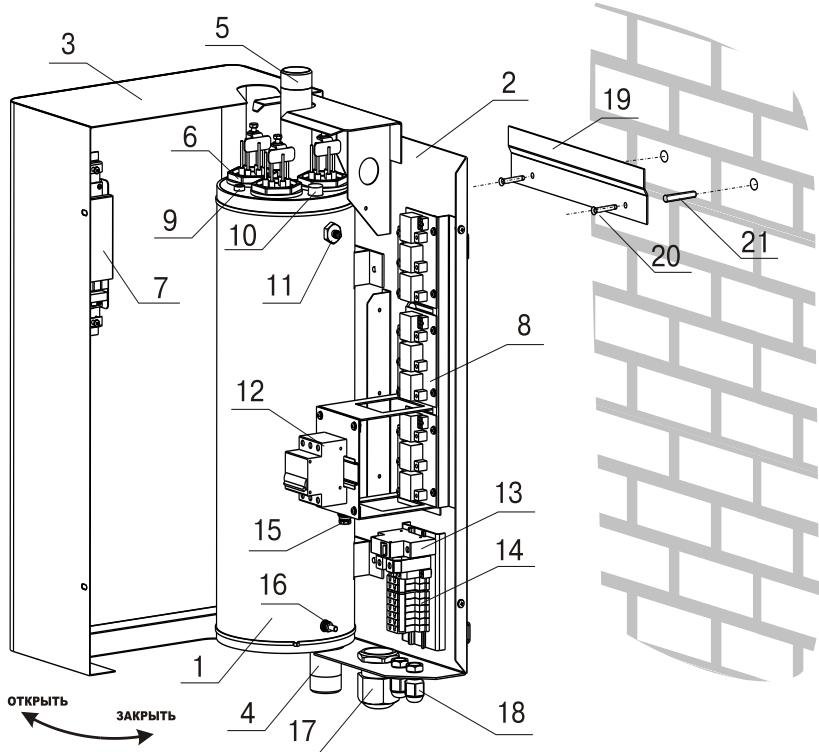
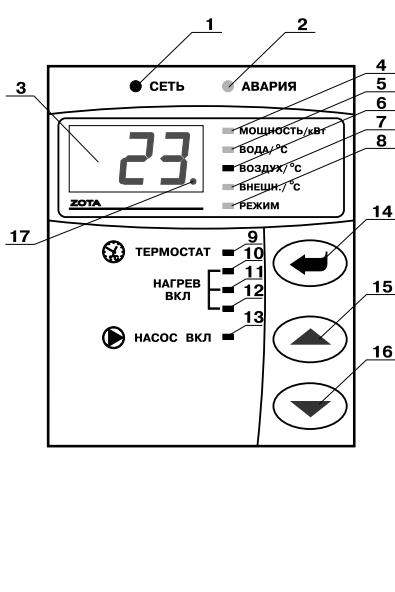
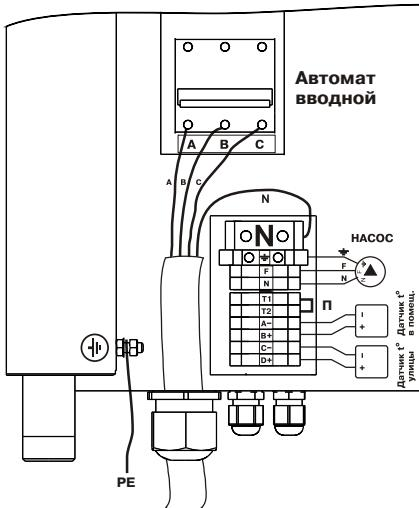

Рис.1 Конструкция электроводонагревателя и способ его крепления к стене
Рис.2 Расположение органов управления на передней панели
Рис.3 Схема подключения электроводонагревателя
5.1. Электроводонагреватель (Рис.1) состоит из корпуса (1) сварной конструкции с фланцами, патрубком входа воды (4) и патрубком выхода воды (5), имеющих резьбу G1 1/4-В. В верхней части корпуса установлены три блока нагревательных элементов (6), датчик температуры воды (9), датчик перегрева (10) и датчик уровня воды (11). Корпус установлен на основании (2). Защитный кожух (3) выполнен из стального листа и служит для защиты обслуживающего персонала от ожогов и поражения электрическим током. Кожух подвешен на основании при помощи механизма, который позволяет не снимая кожух с электроводонагревателя, открывать и закрывать его в направлении, указанном на Рис.1. При необходимости кожух можно легко снять с основания.
- Закрепить кронштейн крепления на вертикальной поверхности в необходимом месте с помощью шурупов, входящих в комплект и установить на него водонагреватель как показано на Рис.1.
• Открыть кожух (3) как показано на Рис.1, предварительно выкрутив четыре винта крепления кожуха.
• Подключить электроводонагреватель к трехфазной сети переменного тока 380 В, 50Гц, для этого присоединить рабочий нулевой провод на клемму нейтраль(Н) электроводонагревателя, фазные провода на клеммы А,В,С вводного автомата. Защитный нулевой провод (РЕ) подключить на болт "ЗАЗЕМЛЕНИЕ" см. Рис.3.
• Присоединить датчик температуры воздуха на улице к контактам (С,-Д+) на клеммной колодке, проводом с сечением не менее 0,5 кв.мм и длиной до 20 м, при этом необходимо строго соблюдать полярность, обозначенную на колодке (10). Маркировка проводов датчиков температуры воздуха: красный(+), синий(-).
• Присоединить провода (F,N,заземление) от насоса к соответствующим контактам на клеммной колодке котла как показано на Рис.3. Мощность, потребляемая насосом не должна превышать 500 Вт.
• Для установки дополнительного модуля-GSM необходимо снять блок управления (7) с кожуха водонагревателя (3), снять крышку с блока управления и установить на ее место крышку с платой модуля-GSM, предварительно подключив кабель управления модулем к разъему XS4 на плате блока управления. Далее необходимо установить SIM-карту в модуль, установить на место блок управления и присоединить antennу к разъему модуля-GSM. Провод от антенны необходимо пропустить в кабельный ввод (18).
• закрыть кожух (3) как показано на Рис.1 и закрутить винты крепления.
7.7. С помощью кнопок, обозначенных символами \triangle и ∇ , можно изменять отображаемую на цифровом индикаторе информацию. При нажатии этих кнопок, на индикаторе последовательно отображаются текущие значения: максимальная мощность котла, температура воды, температура воздуха в помещении, температура воздуха на улице, режим работы внутреннего терmostата. Каждое нажатие сопровождается коротким звуковым сигналом. При этом светятся индикаторы (4),(5),(6),(7),(8), Рис.2 соответственно, указывая на отображение текущей величины.
7.12. При нагреве воды выше 95°C срабатывает аварийная защита по температуре, загорается индикатор "АВАРИЯ" (2), Рис.2, отключается нагрев, и цифровой индикатор показывает код неисправности /Н-6/. При остывании воды примерно на 20°C нагрев снова включается.
7.14. Циркуляционный насос может работать в двух режимах работы: постоянном, без отключения, и периодическом, с отключением насоса. При постоянной работе циркуляционного насоса горит индикатор (13), Рис.2, "НАСОС ВКЛ". Насос подключается через защитный автомат (13), Рис.1, и при отключении автомата (например при коротком замыкании цепи насоса), питающее напряжение на насос не подается, индикатор (13) гаснет, на цифровом индикаторе загорается надпись /Н-4/ и отключается нагрев.
7.16. При подключении внешнего программируемого термостата к колодкам T1, T2 нагрев в электроводонагревателе включается, если контакты реле термостата замкнуты. При размыкании контактов, начинает периодически мигать индикатор “ТЕРМОСТАТ” (9), Рис.2, и нагрев всех ступеней отключается одновременно. Внешний термостат можно использовать как программируемый по времени таймер, который включает и отключает нагрев в определенное программой время. При этом датчик температуры воздуха помещения подключается к котлу и работает в обычном режиме. Если внешний термостат используется как таймер с регулировкой графика температуры в помещении по определенной программе, то датчик температуры воздуха в помещении (колодки A-,B+), необходимо отключить. При подключении внешнего термостата внутренний необходимо отключить для обеспечения корректной работы электроводонагревателя.